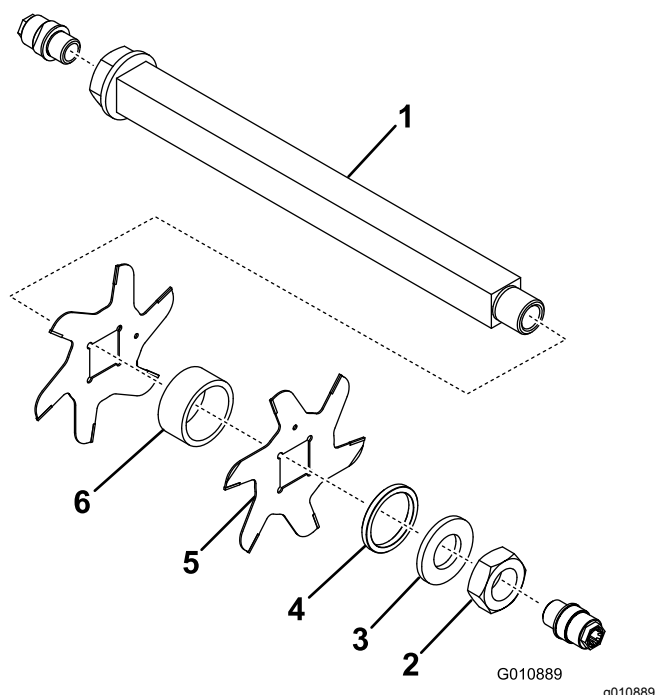

Figura 14
3. Rimuovete il distanziale piccolo, la rondella, le lame e i distanziali grandi. Pulite e lubrificate l'albero a sezione quadrata con uno strato sottile di grasso per agevolare l'assemblaggio (Figura 14).